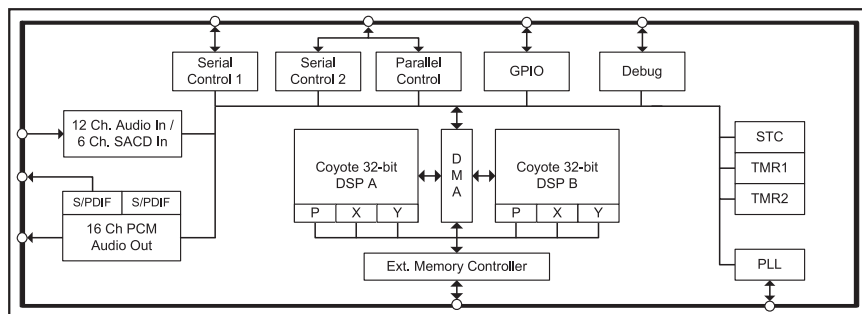

Рис. 24. Структурная схема ИМС семейства CS4970x4
канал (3 на рис. 24) прокладки жгутов в зоне (4) до выхода фиксатора на нижней стороне канала из отверстия на пластине (освобождают фиксатор). Далее перемещают канал прокладки в правую сторону, поднимают его вверх, вынимают три выступа крепления канала из прямоугольных отверстий на верхней пластине и снимают канал с устройства.
4. Освобождают фиксаторы (5 на рис. 24) канала, расположенного на правой боковой стойке. Перемещают канал в правую сторону и снимают его с правой боковой стойки устройства.
5. Канал прокладки (7 на рис. 24) шлейфа, соединяющий блок ксерографии с платой форматера, снимают после демонтажа левой боковой стойки.